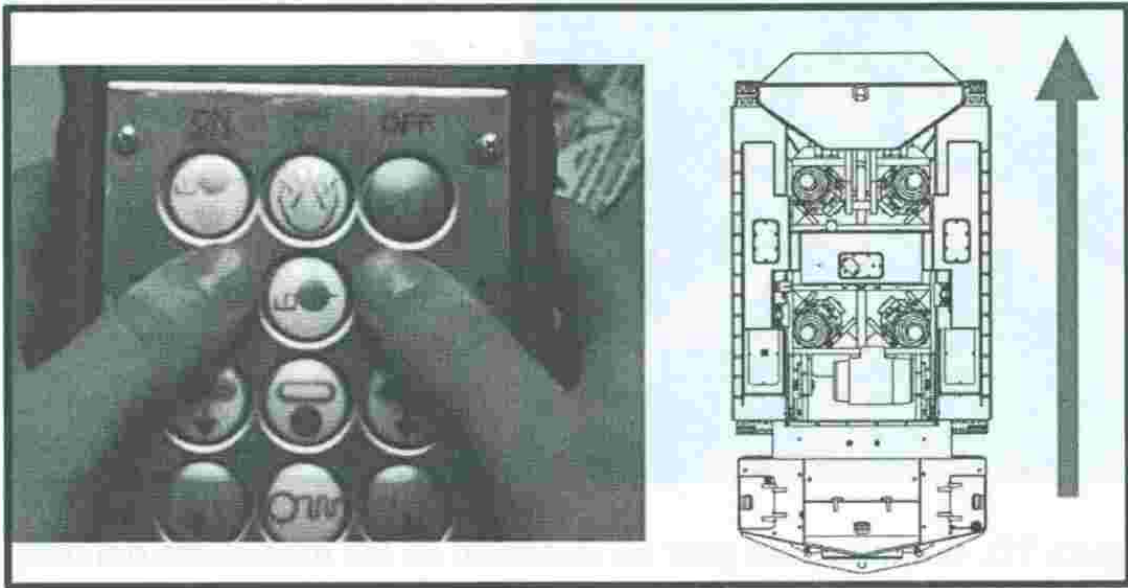

Figura 7B. Botones para avance hacia adelante.
A. Adelante (Oprima ambos botones TRM FWD (ARR. ADEL)) (Ver figura 7B).